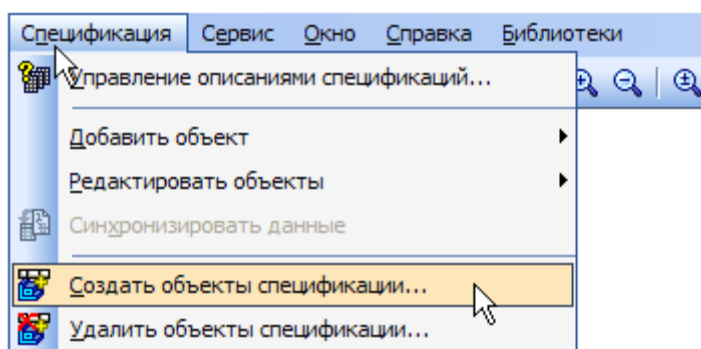

Рисунок 2.
- Откройте меню Спецификация и выполните команду Создать объекты спецификации (рис.2).